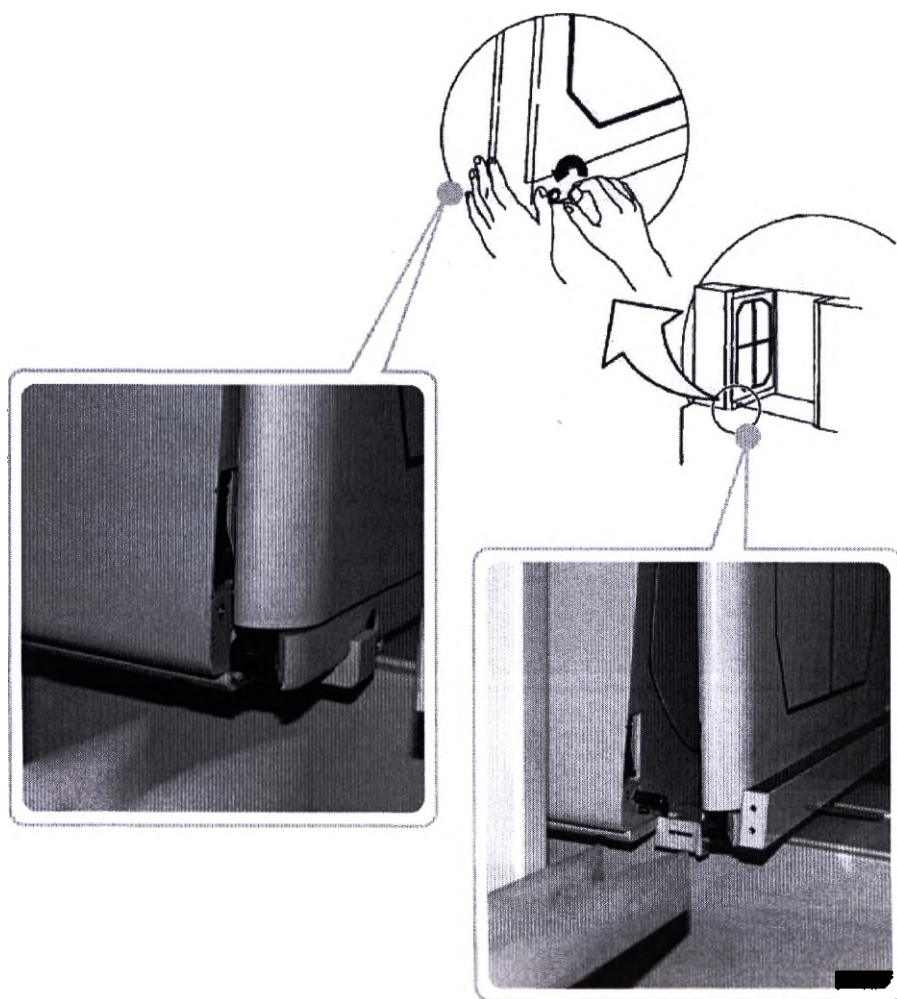

Рисунок 8-11 — Поворот стопора безопасности
3. Повернуть стопор безопасности на 90 ° против часовой стрелки (Рисунок 8-11);